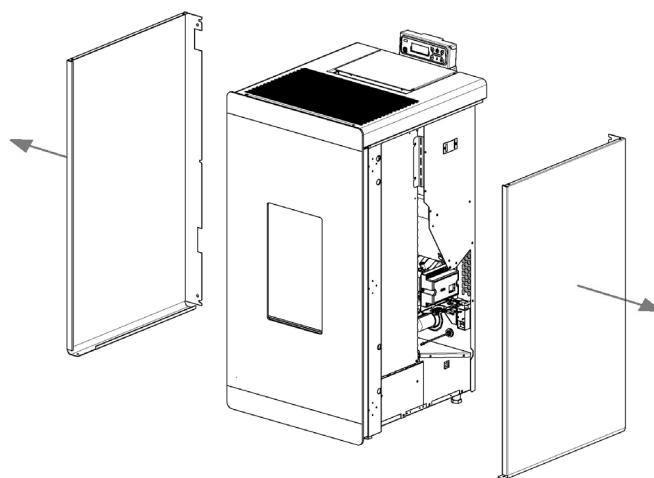

Fig. 70 - Usuwanie ścianek
- Usunąć ścianki (patrz **Fig. 70**).